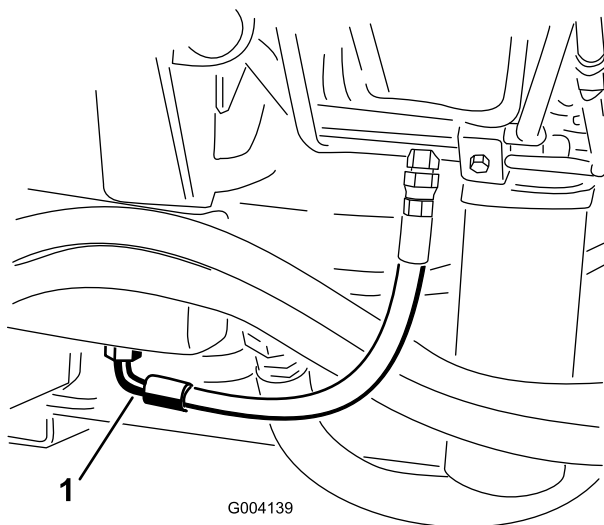

Figure 55
2. Placez un grand bac de vidange sous le raccord monté au bas du réservoir de liquide hydraulique (Figure 55).